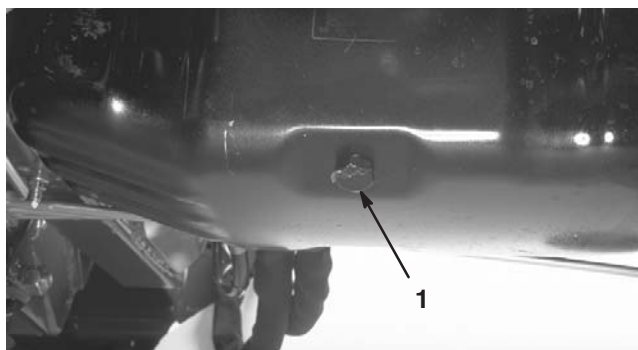

Figure 38
2. Placez un bac de vidange sous le bouchon de vidange (Fig. 38). Nettoyez la surface autour du bouchon de vidange.